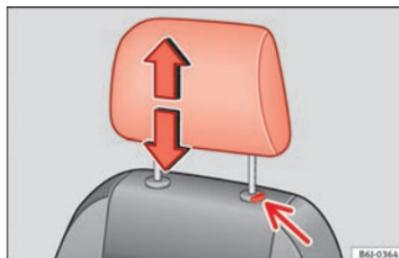

Fig. 86 Réglage ou démontage de l'appuie-tête.
- Appuyez sur le bouton ⇒ fig. 86 (flèche).